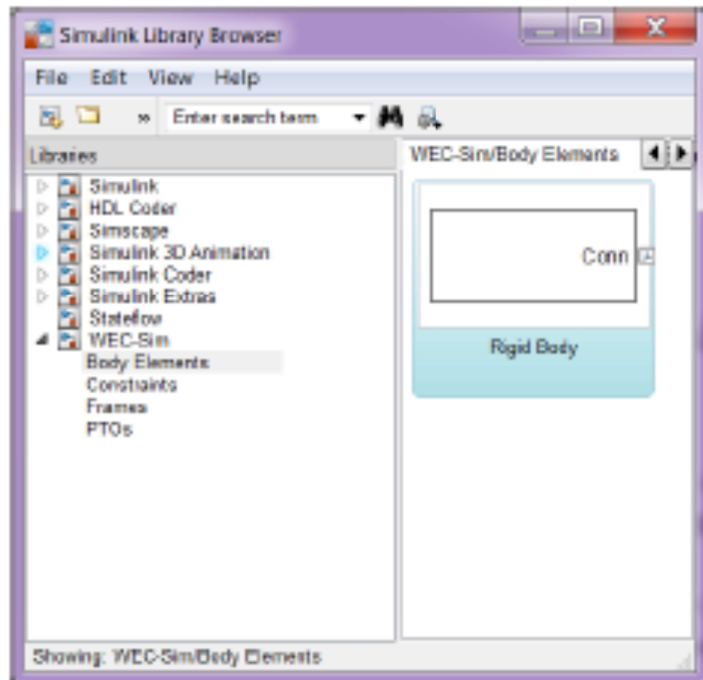

Figure 4.1: Body Elements sublibrary
**Body Elements** サブライブラリは 1 つのブロック (**Rigid Body** ブロック) を含む。(図 4.1) これは剛体を表わすために使用される。このブロックの少なくとも 1 つの部品が各モデル中で必要である。